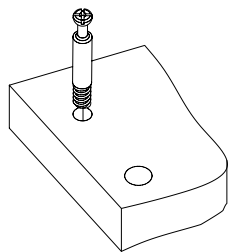
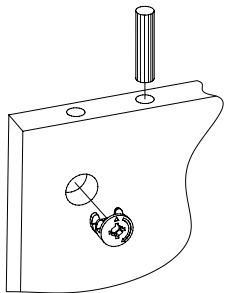

Рис.4
Рис.5
3. Вкрутите шпильки минификсов в детали 3, 4, 5, 11 (Рис. 4). Затем вставьте головки минификсов и шканты в детали 4, 5, 6, 7, 8, 9, 10, 12, 13, 15 (Рис. 5).